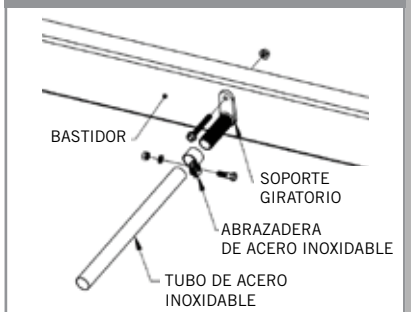

FIGURA 9
- Coloque la tapa de poliéster (10003106) en el extremo del tubo de acero inoxidable. **(Ver la Figura 9)**